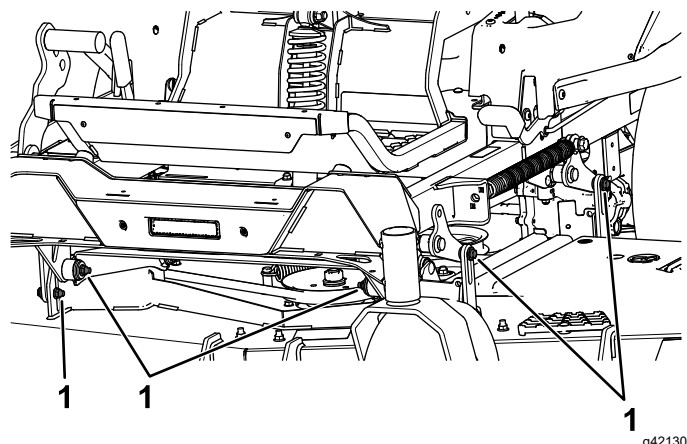

Bild 87
7. Entfernen und bewahren Sie die Schrauben und Muttern an beiden Seiten der Maschine auf (Bild 87).